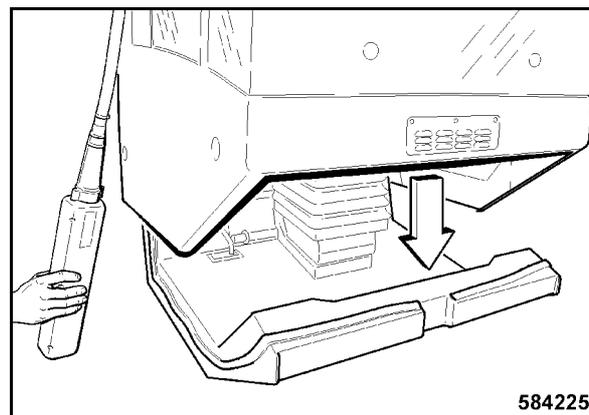

Рис. 209
- Вертикально и медленно устанавливать кабину на водительское место (Рис. 209).